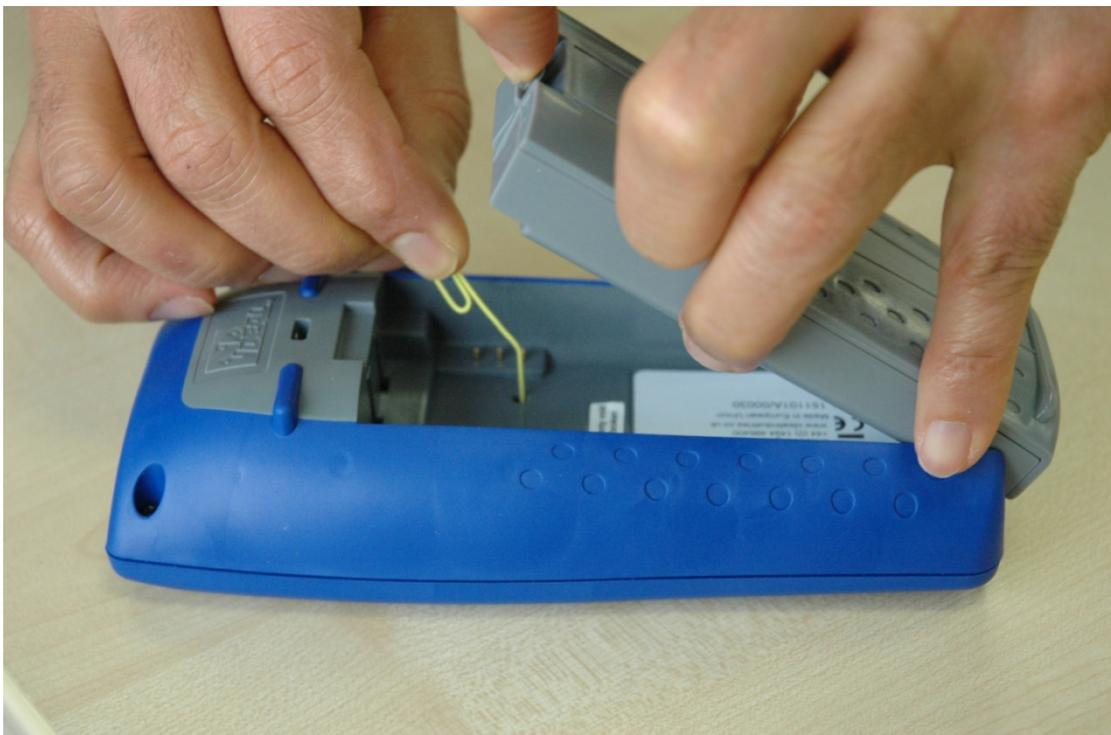

Abb. 2
- Leistungsmodul oder Batterie-Pack entfernen, um eine kleine Öffnung im NaviTEK NT (Abb. 2) freizulegen.